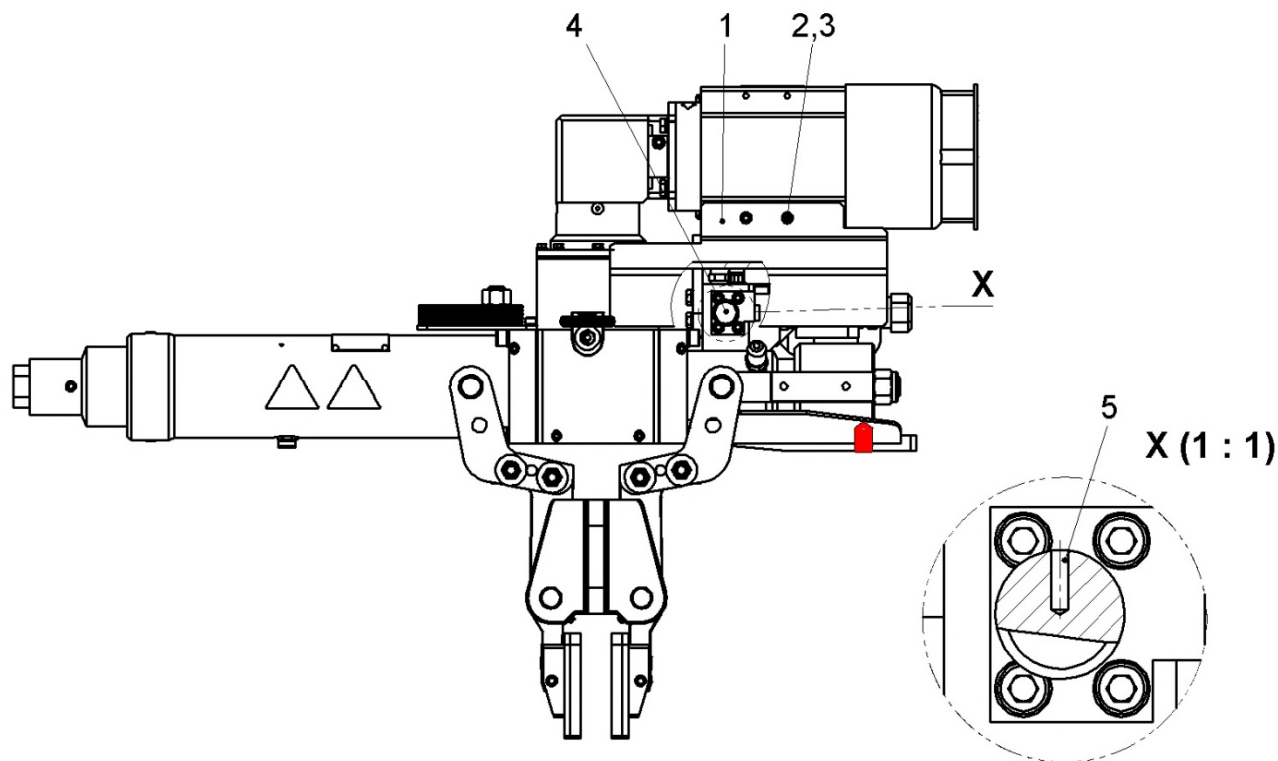

Abbildung 14: Drosselrückschlagventil einstellen
(siehe Abbildung 14)
Das Drosselrückschlagventil (Pos. 4, Abbildung 14) ist stufenlos einstellbar und beeinflusst die Schließzeit der tz-Funktionsbremse. Zusätzlich wird es für das manuelle Lüften der tz-Funktionsbremse EL-SA benötigt (siehe 2.2.2.1).
Zum Einstellen des Drosselrückschlagventils (Pos. 4, Abbildung 14) ist das Schutzblech (Pos. 1, Abbildung 14) abzuschrauben. Dazu sind die Schrauben mit Nord-Lock-Scheiben (Pos. 2 und 3, Abbildung 14) loszuschrauben und das Schutzblech (Pos. 1, Abbildung 14) abzunehmen.
Mit Hilfe eines Innensechskantschlüssels wird die Klemmschraube (Pos. 5, Abbildung 14) am Umfang des Drosselrückschlagventils (Pos. 4, Abbildung 14) herausgeschraubt, so dass dieses eingestellt werden kann. Durch Drehen des Knaufes des Drosselrückschlagventils (Pos. 4, Abbildung 14) im Uhrzeigersinn (CW) wird der Durchfluss verringert und die tz-Funktionsbremse schließt sich langsamer. Durch Drehen des Knaufes des Drosselrückschlagventils (Pos. 4, Abbildung 14) im Gegenuhrzeigersinn (CCW) wird der Durchfluss vergrößert und die tz-Funktionsbremse schließt sich schneller. Nach Einstellung der Schließzeit ist die Einstellposition des Drosselrückschlagventils (Pos. 4, Abbildung 14) mit Hilfe der Klemmschraube (Pos. 5, Abbildung 14) wieder zu sichern und das Schutzblech (Pos. 1, Abbildung 14) wieder mit den Schrauben mit Nord-Lock-Scheiben (Pos. 2 und 3, Abbildung 14) zu montieren.